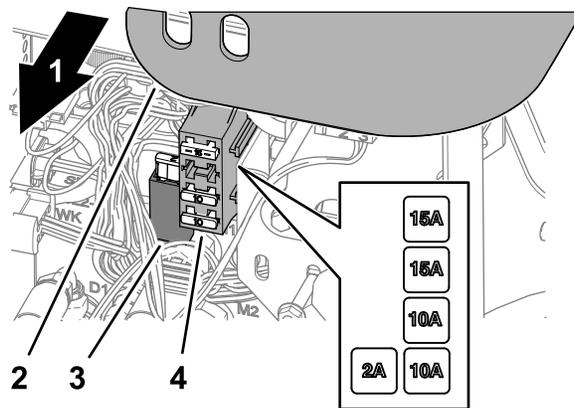

図 75
- コントロールアームからカバーを外す 図 75。
- ヒューズホルダーまたはヒューズブロックを点検して切れているヒューズを探し出す 図 75。
- コントロールアームにカバーを取り付ける 図 75。